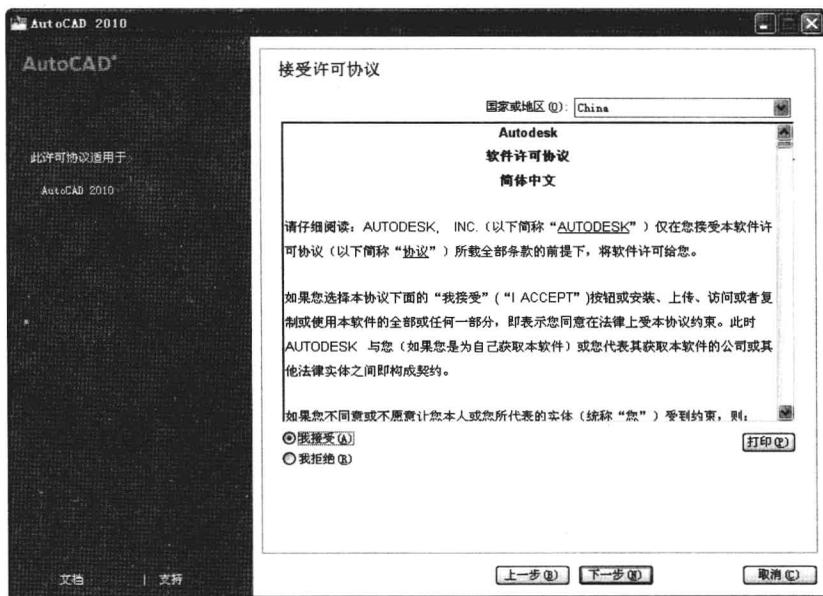

图 1-2-3
(3) 在接受许可协议界面阅读相关许可协议后，选中“我接受”单选按钮，单击“下一步”按钮，如图 1-2-3 所示。